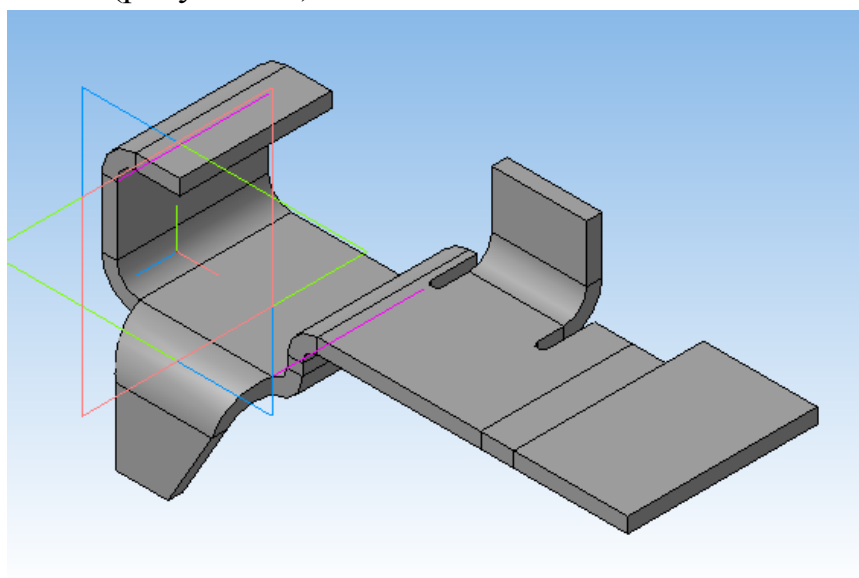

Рисунок 53.
2. Нажать «Создать объект», система выполнит разгибание указанного сгиба (рисунок 53).